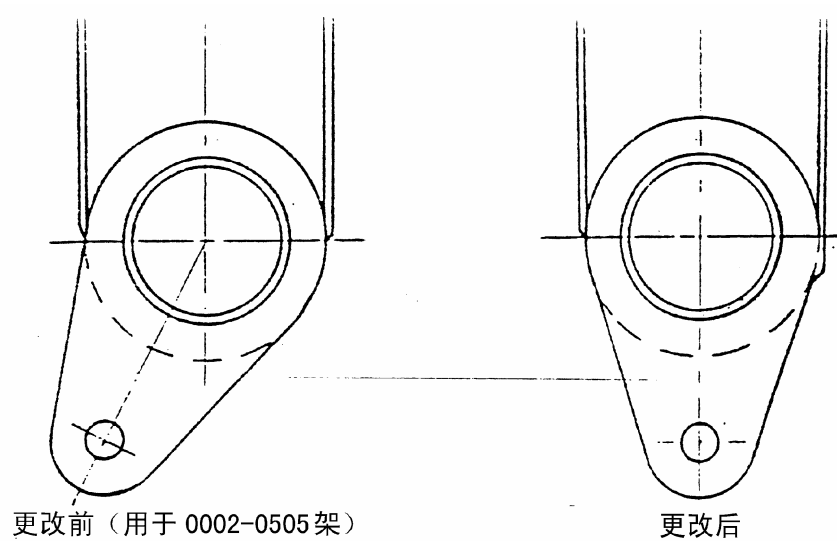

图 2 脚蹬框架拨杆 (Y7-5101-621-2)
1. 本指令生效后24小时内，检查出厂序号为0002~0505(含)的所有Y7飞机，是否装有90-Y7-27-13通告上图2所述的“更改前”的脚蹬框架拔杠。若确认为“更改后”的框架拔杠，则不要求再做进一步的工作；若装用的是“更改前”的框架拔杠，则需完成如下2, 3所述的工作。